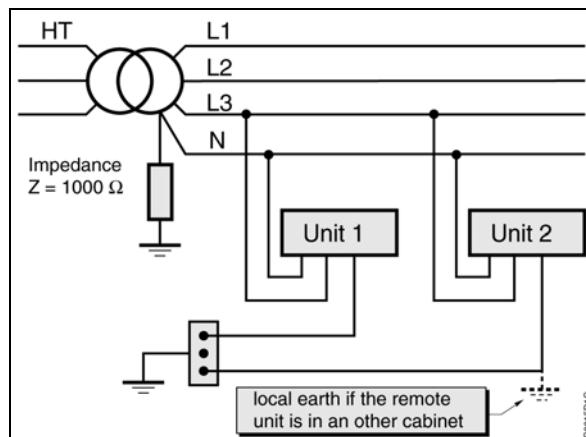

Figura 4-11: Alimentación I-T
- Neutro I-T: El neutro está aislado con relación a la tierra y las partes metálicas están conectadas a la tierra (ver Figura 4-11).